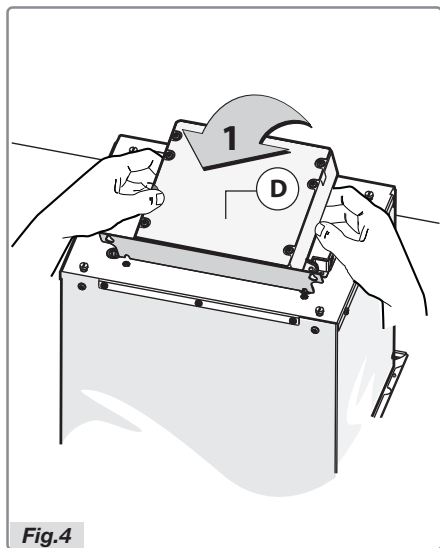

Fig.4
- Pour l'installation de la hotte, placez l'unité électrique verticalement (Fig.4).